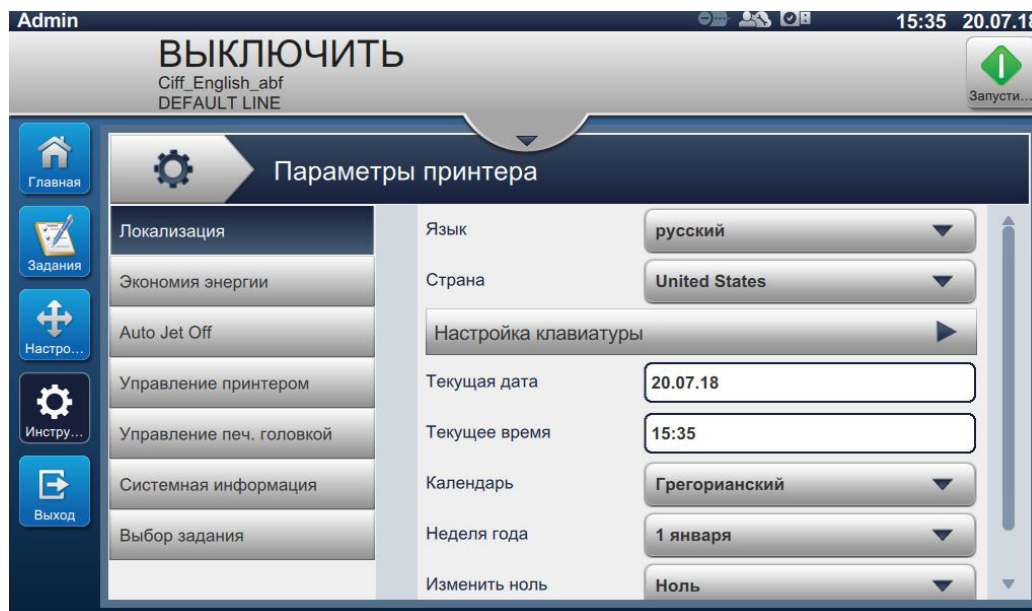

Рис. 6-17: Параметры принтера
1. Нажмите кнопку  на экране «Инструменты». Откроется экран «Параметры принтера», как показано на Рис. 6-17.